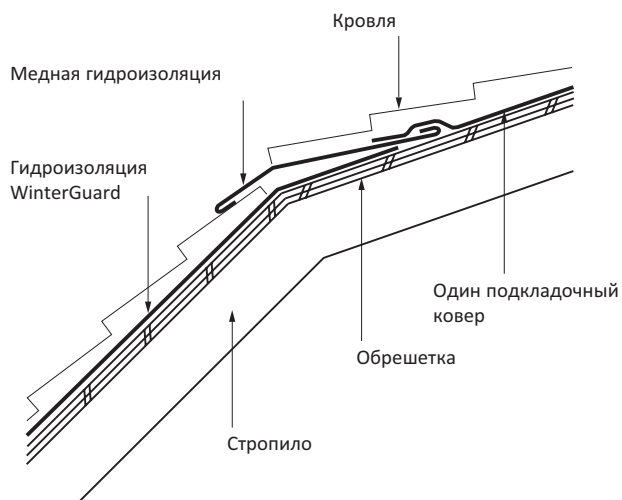

Рис. 6-24
2. КАПЕЛЬНИК ИЛИ ЖЕЛОБ: Уложите кровельные гонты на нижней части крыши до места стыка и отрежьте лишнюю часть кровельных гонтов по стыку настила. Уложите подкладочный ковер водонепроницаемого типа, например, WinterGuard™, на этот стык плоскостей настила для создания водонепроницаемого барьера. Водонепроницаемый подкладочный ковер должен быть уложен непосредственно в верхней части крыши и заходить на кровельные гонты в нижней части крыши приблизительно на 12 см. Установите окрашенную подпорную доску 25х150 мм (водонепроницаемый подкладочный ковер должен быть полностью закрыт этой доской) на самом вершю нижней части крыши, и затем установите на этой доске либо капельник, либо желоб. Уложите кровельные гонты до верхней плоскости стандартным способом укладки, позволяя начальным кровельным гонтам и кровельным гонтам первого ряда выступать над капельником или желобом примерно на 13–19 мм. См. Рис. 6-24 ниже.